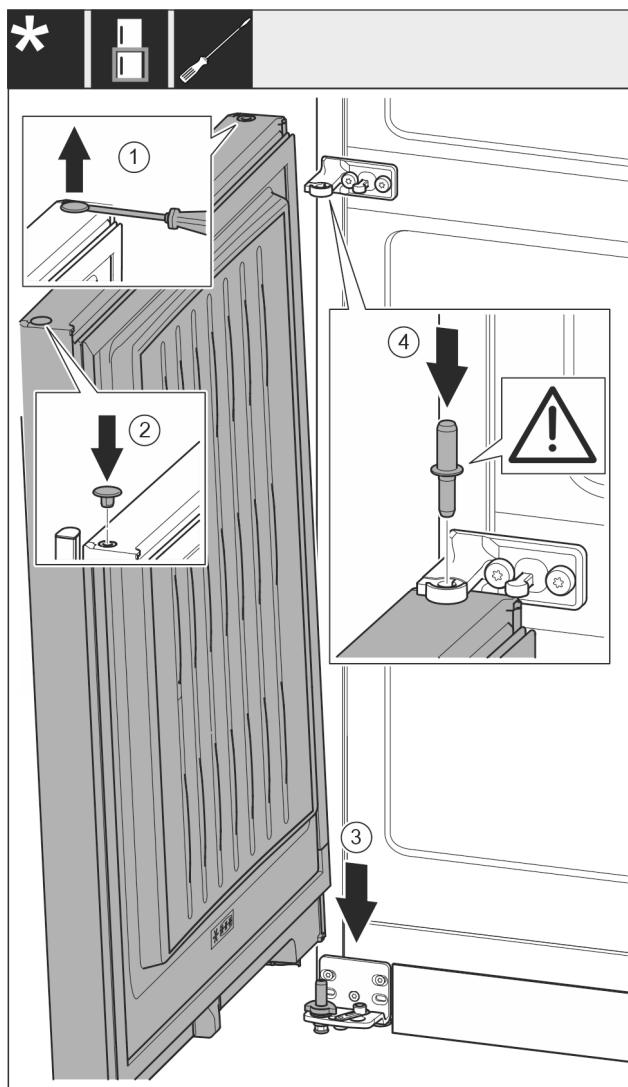

Fig. 18
- ▶ Осторожно приподнимите шлицевой отверткой заглушку и извлеките ее. Fig. 18 (1)
- ▶ Снова вставьте заглушку с другой стороны. Fig. 18 (2)
- ▶ Установите дверь сверху на нижний опорный палец. Fig. 18 (3)
- ▶ Вставьте середину опорного пальца через средний опорный кронштейн в нижнюю дверь. При этом следите за тем, чтобы выступ фиксатора был направлен назад. Fig. 18 (4)